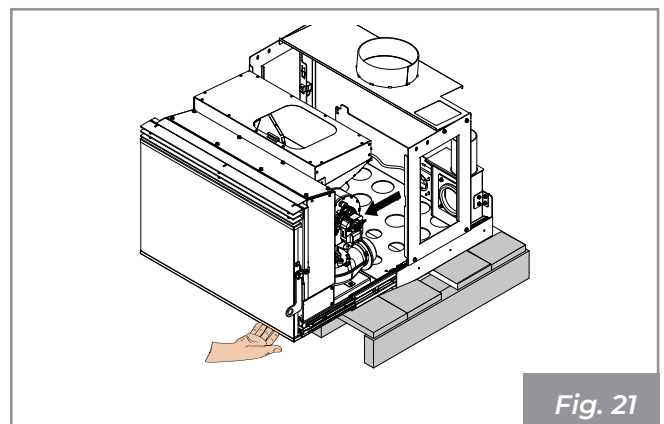

Fig. 21
- Chiudere la porta e tirare verso l'esterno la macchina fino al termine della corsa delle guide(**Fig.21**)